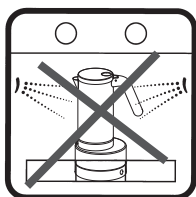

Fig. 15
- Non lavate la Caffettiera in lavastoviglie. (fig. 15)